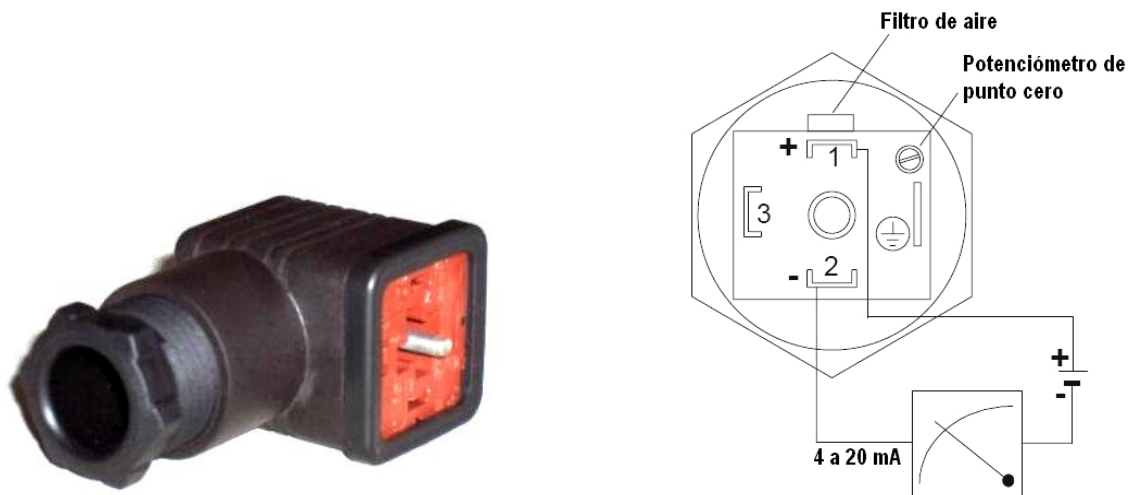

Figura 3.17. Conector para sensor de vacío.
- b. **Conector para Sensor de Vacío.** El alojamiento del conector permite ser girado 90° en todas las direcciones. El conector dispone de terminales para alimentación y uno de puesta a tierra, además tiene un potenciómetro para ajuste del punto cero, bajo uno de los tornillos del módulo conector. Dicho conector se muestra en la Figura 3.17.